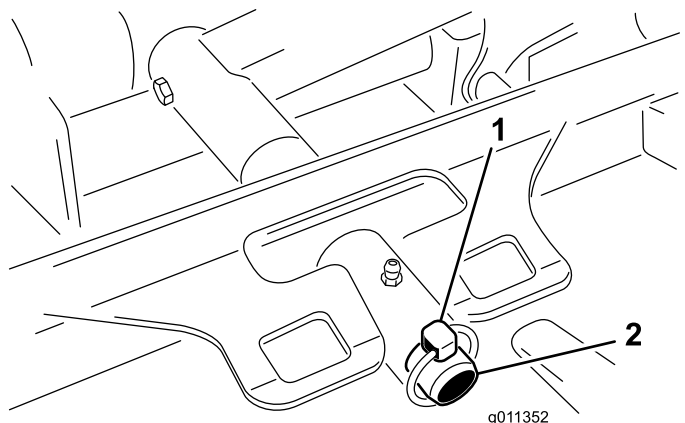

Figura 11
3. Retire o pino de sujeição ou porca de bloqueio (apenas GM 4700) que fixa a estrutura de suporte da plataforma ao pino da articulação do braço de elevação (Figura 11).
3. Deslize a estrutura de suporte da plataforma até que esta fique sobre o pino da articulação do braço de elevação. Prenda com o pino de sujeição ou porca de bloqueio (apenas GM 4700) (Figura 11).